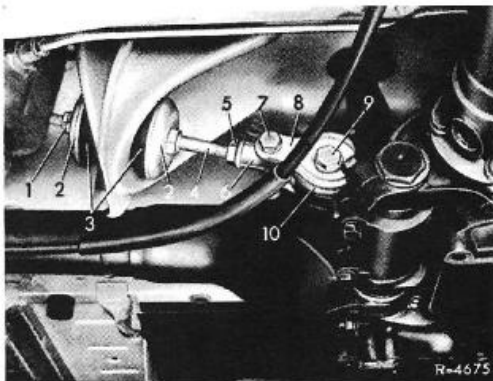

Bild 35-2/1
Zum Ausbauen der Hinterachse oder zum Wechseln des Gummilagers im Träger der Hinterachsaufhängung wird nur die vordere Lasche (8) nach Lösen der Sechskantschrauben (7) und (9) abgenommen. Die Querstrebe (4) mit den Gummipuffern und die hintere Lasche (6) brauchen nicht ausgebaut zu werden (Bild 35-2/1).
- 1 Sechskantmutter mit Sicherungsmutter (1) lösen (Bild 35-2/1).
- 2 Sechskantschrauben (7) und (9) heraus-schrauben und vordere Lasche (8) abnehmen.
- 3 Querstrebe (4) mit der hinteren Lasche (6) etwas nach hinten drücken. Gummipuffer (3) und Töpfe (2) abnehmen. Querstrebe heraus-ziehen.